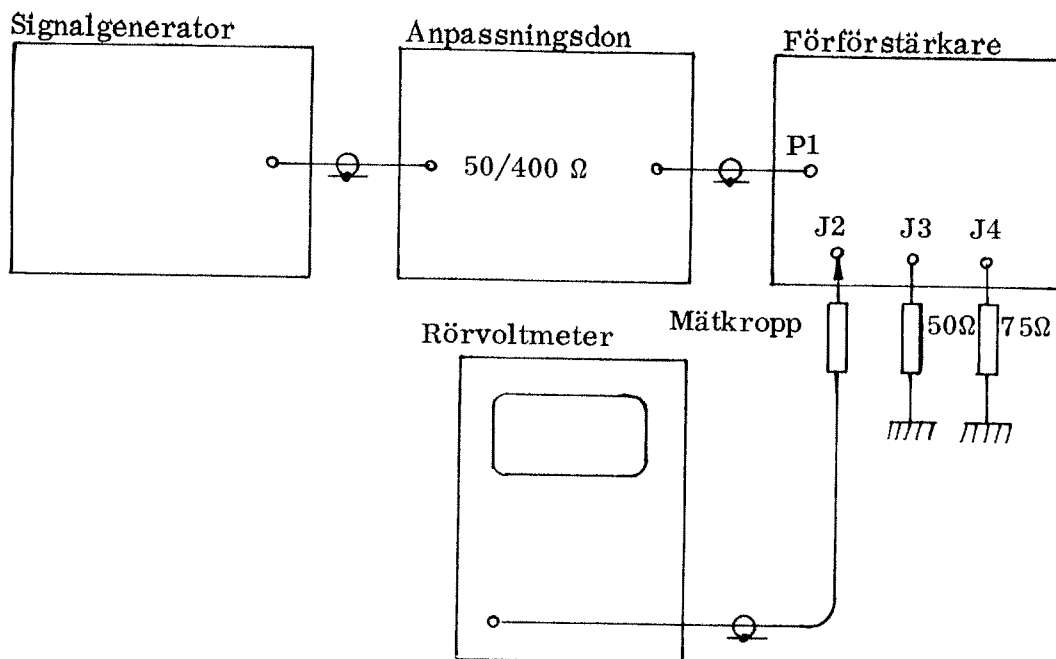

Bild 3. Mätuppkoppling för kontroll av förstärkning, bandbredd och mittfrekvens
- 4.2.1.1 Koppla upp enligt bild 3.
- 4.2.2.1 Uppkopplingen ska ske enligt bild 3 och inställningen enligt avsnitten 4.2.1.2 - 4.2.1.12.